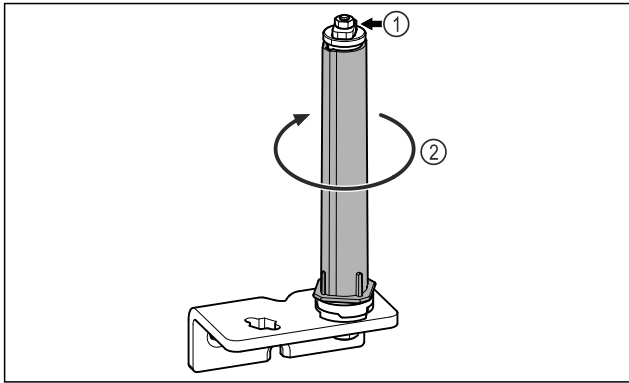

Fig. 23
- Не разглобявайте затварящата система на вратата Fig. 23 (1).
- ▶ Въртете затварящата система Fig. 23 (2), докато тя щракне.